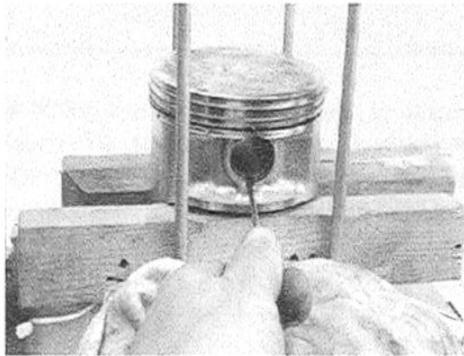

Bild 150
- Kolbenbolzen-Sicherungsring aushebeln (Bild 150).